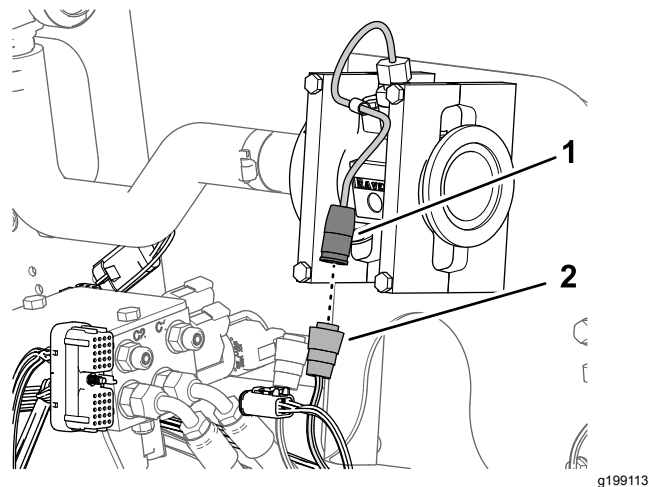

Рисунок 87
1. Подсоедините 3-гнездовой электрический разъем ответвления жгута проводов длиной 89 см с маркировкой FLOW METER (РАСХОДОМЕР) к 3-штыревому разъему расходомера (Рисунок 87).